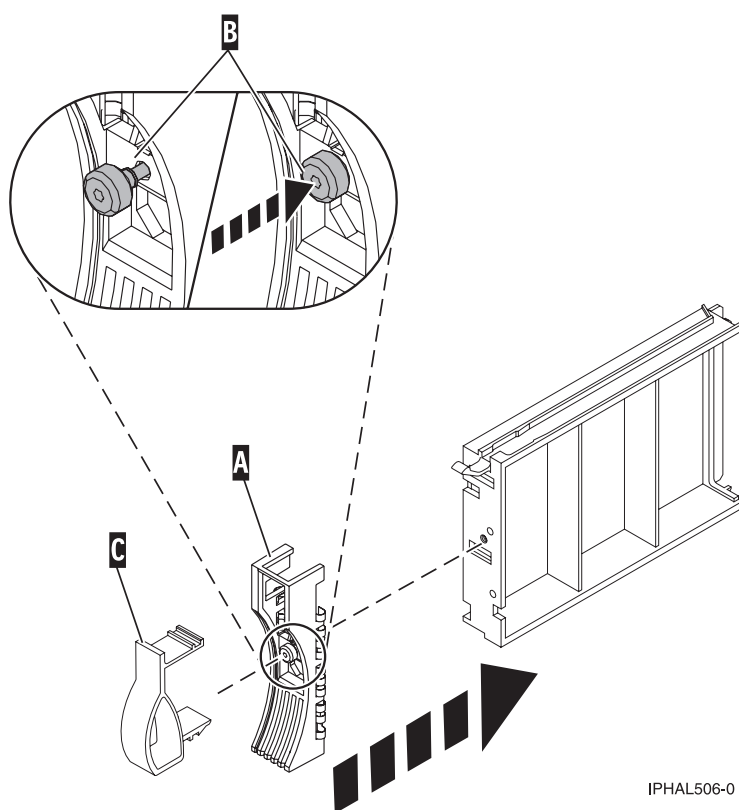

Figura 49. Fixació d'una tapa bisellada en un panell de reblliment d'unitat de disc
2. Feu pressió i colleu el cargol (B) per fixar la tapa bisellada a la unitat de disc o el panell de reblliment.
3. Instal·leu el pestell (C) de la tapa bisellada de la unitat de disc a la part frontal de la unitat de disc o del panell de reblliment, com es mostra a la Figura 49.